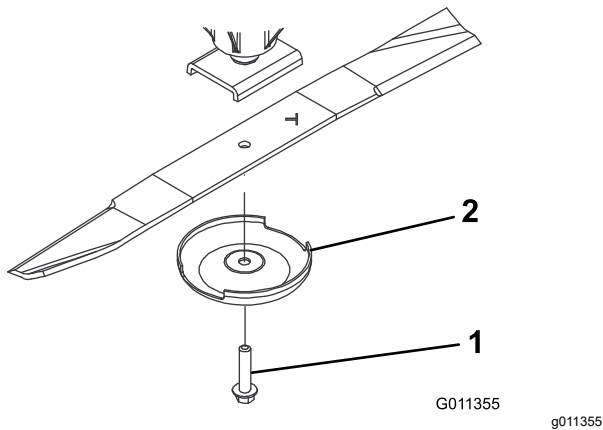

图 73
3. 卸掉刀片螺栓、防刮罩并从锭轴上取下刀片 (图 73)。